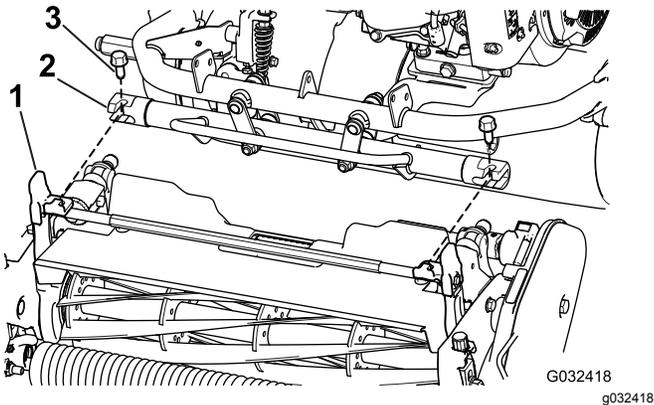

図 7
4. トラクションユニットのフレーム 図 7 を前方に引き出してカuttingユニットのピボットアームに接続する。
5. トラクションユニットのフレームをCuttingユニットのピボットアームに固定する $\frac{3}{8} \times \frac{3}{4}$ インチのボルト2本を使用する 図 7。